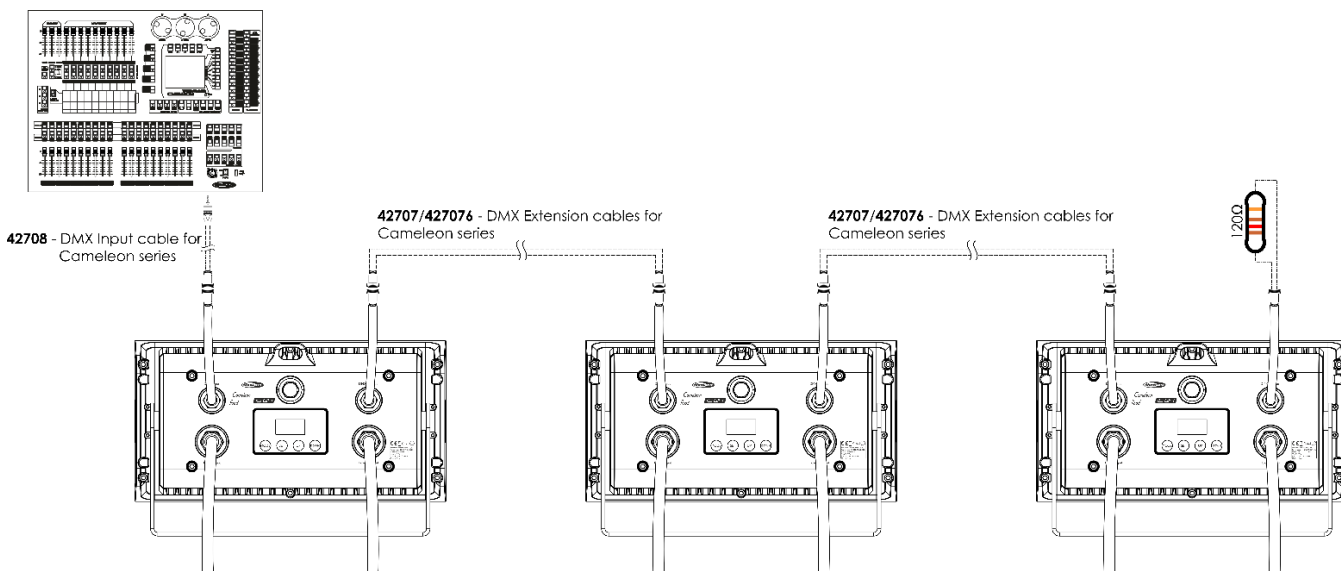

Fig. 04
- 04) Collegare le unità come illustrato nella fig. 04. Collegare un regolatore di luce alla presa DMX "ingresso" della prima unità, utilizzando il 42708 - Cavo di ingresso DMX. Collegare la presa "uscita" della prima unità con la presa "ingresso" della seconda unità, utilizzando il 42707/42706 - Cavo di estensione DMX, Collegare la seconda e la terza unità utilizzando il 42707/42706 - Cavo di estensione DMX.